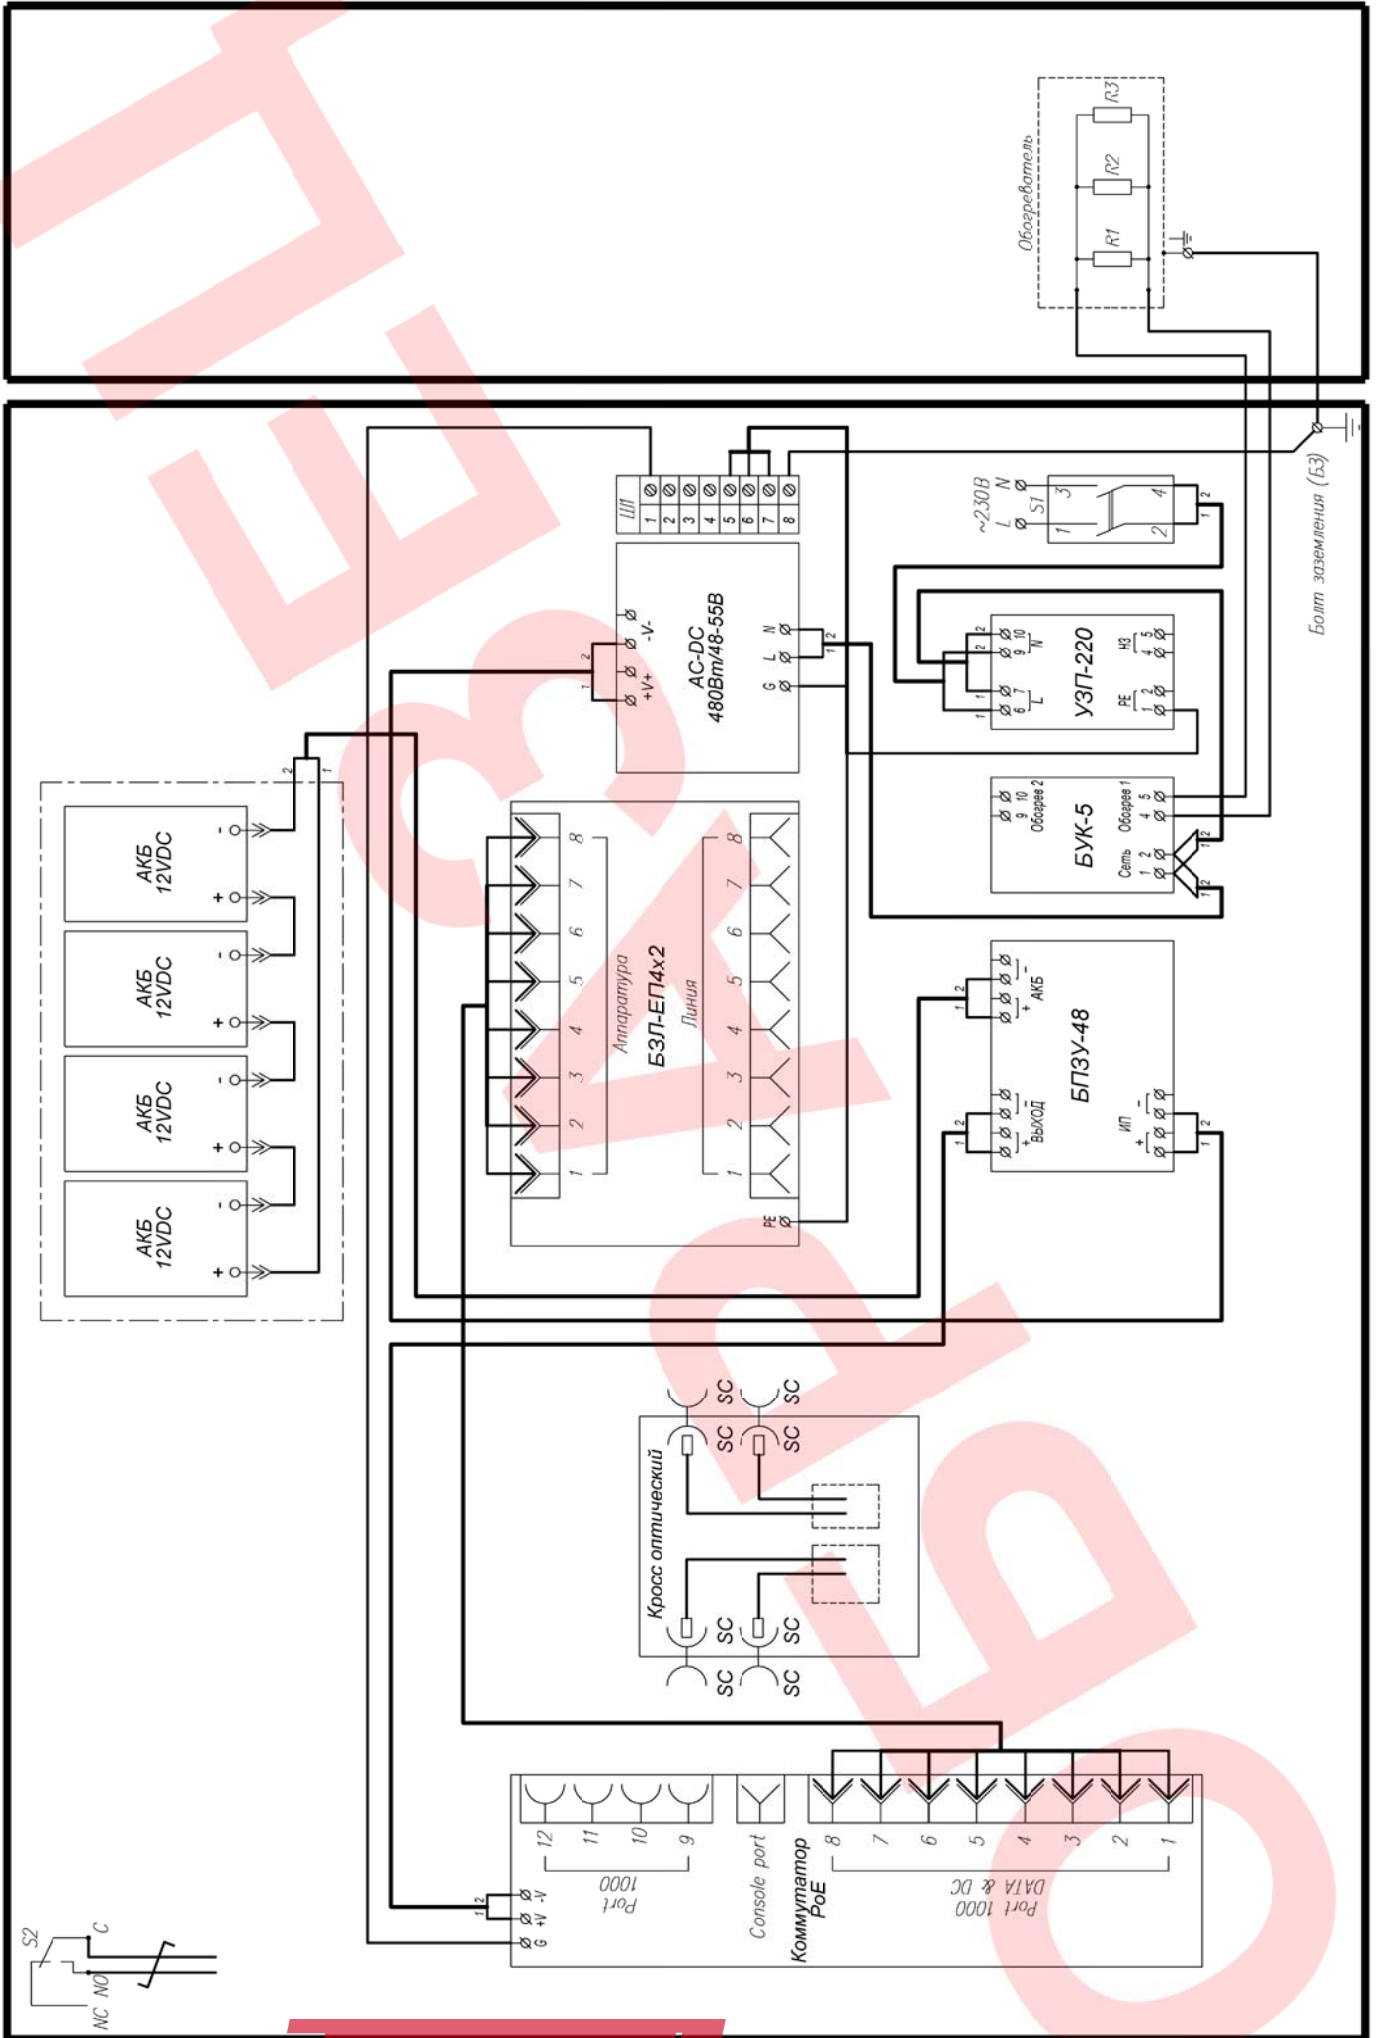

Рис.1 Схема электрическая принципиальная
4. Подключить АКБ к БПЗУ-48 согласно схеме (рис. 1).
7. Подключить кабель питания к входу автомата питания S1 (сечение подключаемых проводов до 25 мм2), при этом фазный провод (L) соединить с контактом 1, нулевой провод (N) с контактом 3.
1. Заземлить изделие при помощи болта заземления (БЗ) (рис.1).